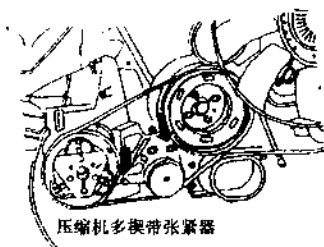

图 1.10 拆下空调压缩机部件
⑫ 拆下空调压缩机多楔带张紧器螺栓和空调压缩机多楔带，如图 1.10 所示。